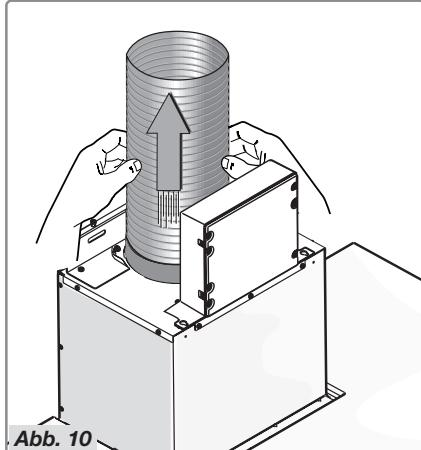

Abb. 10
- Schließen Sie den Flansch mithilfe eines Rohrs an den Luftabzug an (Abb. 10).